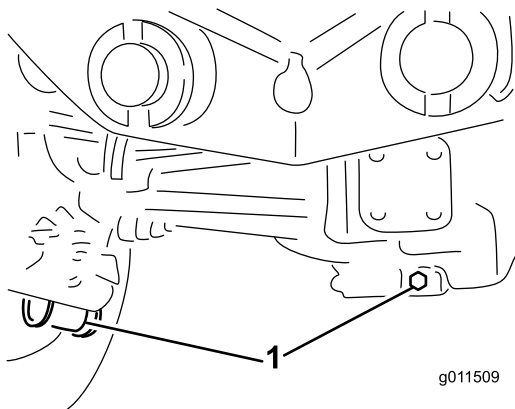

Figure 96
2. Nettoyez la surface autour des 3 bouchons de vidange, 1 à chaque extrémité et 1 au centre (Figure 96).